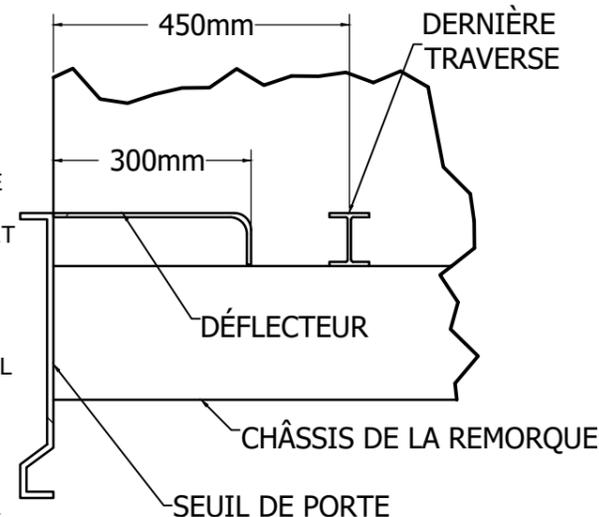

FIGURE 4 : DÉFLECTEUR POUR BANDE D'USURE EN ACIER INOXYDABLE
1. DÉTERMINEZ LES DIMENSIONS DU DÉFLECTEUR (FIGURES 4 & 5). L'ÉPAISSEUR DÉPEND DU TYPE DE CHARGEMENT. POUR LES MATÉRIAUX LÉGERS (PAR EXEMPLE, DE LA SCIURE DE BOIS), ON UTILISERA UN DÉFLECTEUR DE 5 mm. UN DÉFLECTEUR DE 6 mm EST RECOMMANDÉ POUR LES MATÉRIAUX LOURDS ET ABRASIFS (PAR EXEMPLE, LES DÉCHETS SOLIDES). LE DÉFLECTEUR S'INCLINE SUR 300 mm À L'INTÉRIEUR DE LA PORTE FERMÉE ET LAISSE UNE OUVERTURE QUI ÉVITERA QUE LE MATÉRIEL NE S'ACCUMULE SOUS LES LATTES. LA HAUTEUR DU DÉFLECTEUR VARIERA SELON QUE L'ON DOIT INSTALLER SUR CE DERNIER LA BANDE D'USURE EN PLASTIQUE DE 6 mm OU LA BANDE EN ACIER INOXYDABLE DE 3 mm. SI ON UTILISE LA BANDE EN PLASTIQUE DE 6 mm, LE SOMMET DU DÉFLECTEUR DEVRA SE TROUVER 3 mm AU-DESSOUS DU SOMMET DES TRAVERSES. SI ON UTILISE LA BANDE D'USURE EN ACIER INOXYDABLE, LE DÉFLECTEUR DEVRA ÊTRE À NIVEAU AVEC LES SOMMETS DES TRAVERSES.